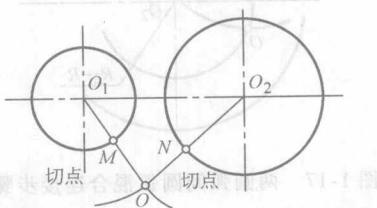

图 1-10 两圆弧间的圆弧外接步骤三
- 3) 连接  $OO_1$  交已知圆弧于  $M$ , 连接  $OO_2$  交已知圆弧于  $N$ ,  $M$ 、 $N$  即为切点, 如图 1-10 所示。